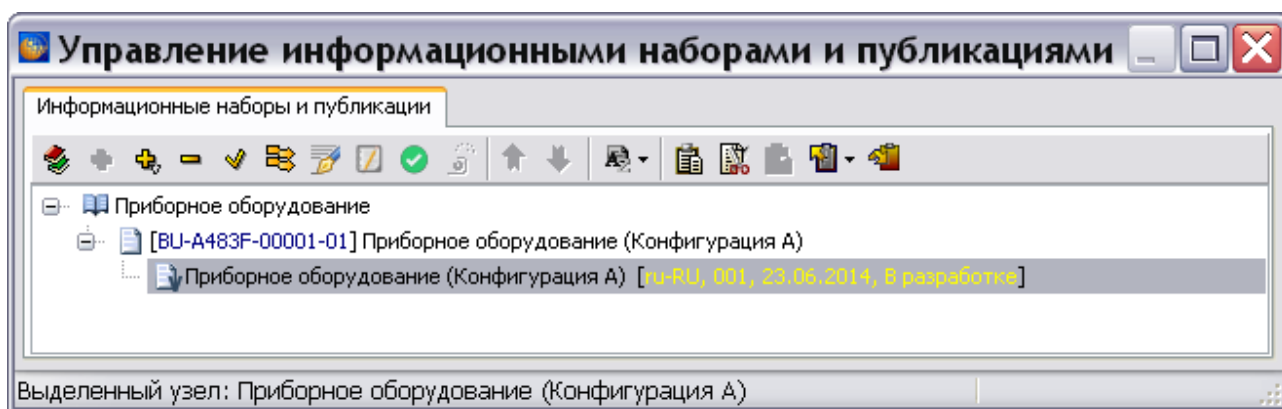

Рис. 18.48
5. Выйдите из окна **Редактор публикаций** с сохранением изменений для возврата в диалоговое окно **Управление информационными наборами и публикациями** (Рис. 18.48).